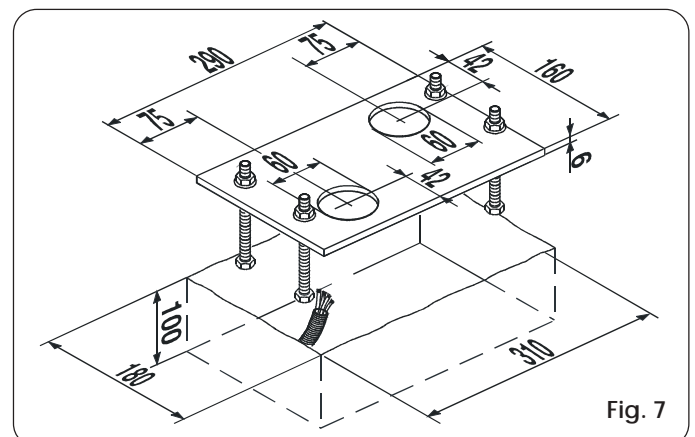

Fig. 7
- 3) Eseguire un plinto di fondazione come da Fig. 7 e murare la piastra di fondazione prevedendo una o più guaine per il passaggio dei cavi elettrici. Verificare la perfetta orizzontalità della piastra con una livella. Attendere che il cemento faccia presa.